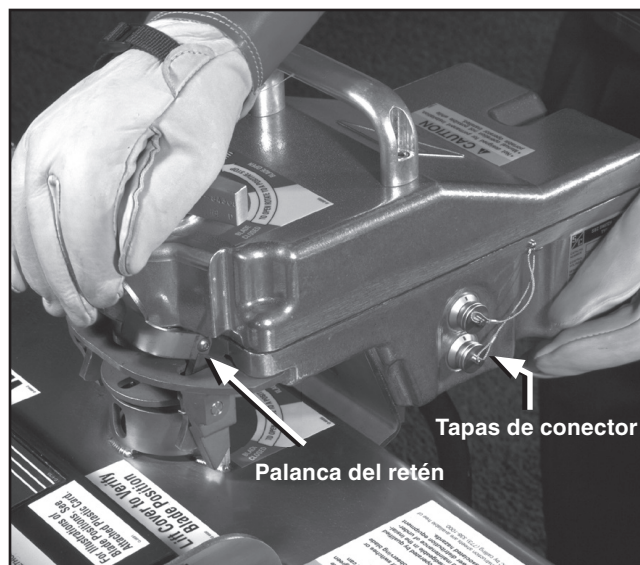

Figura 16. Extrayendo el moto operador portátil del equipo.
**PASO 13.** Para extraer el moto operador portátil, sostenga la palanca del retén en la posición **Open (Abierto)** y eleve el moto operador portátil, fuera de la flecha operativa del equipo. Vea la Figura 16.
**PASO 14.** Antes de almacenar el moto operador portátil en su estuche de transporte, asegúrese de volver a colocar las tapas que protegen los conectores de control remoto y la alimentación. Las tapas son mostradas en su lugar en la Figura 16.